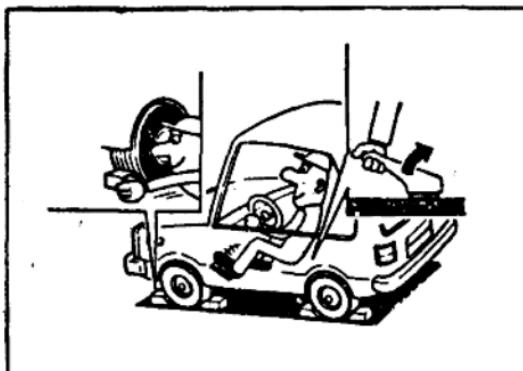

图3 拉紧驻车制动器并挡住车轮
①将汽车停放在平坦场地，拉紧驻车制动器手柄，如有条件，在车轮部用止动楔块抵住车轮（图3）。